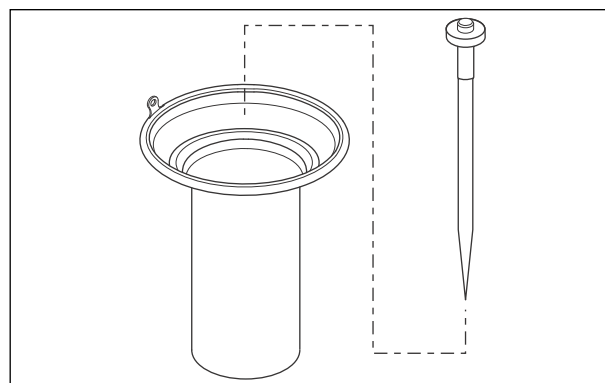

Fig. 4.22
- Empuje aguja de inyección desde la parte inferior y quitar la aguja de inyección. (Fig. 4.22)